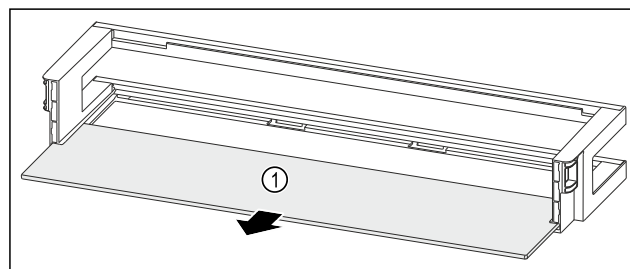

Fig. 259 Balconcino controporta con ripiano
- Rimuovere il ripiano Fig. 259 (1).